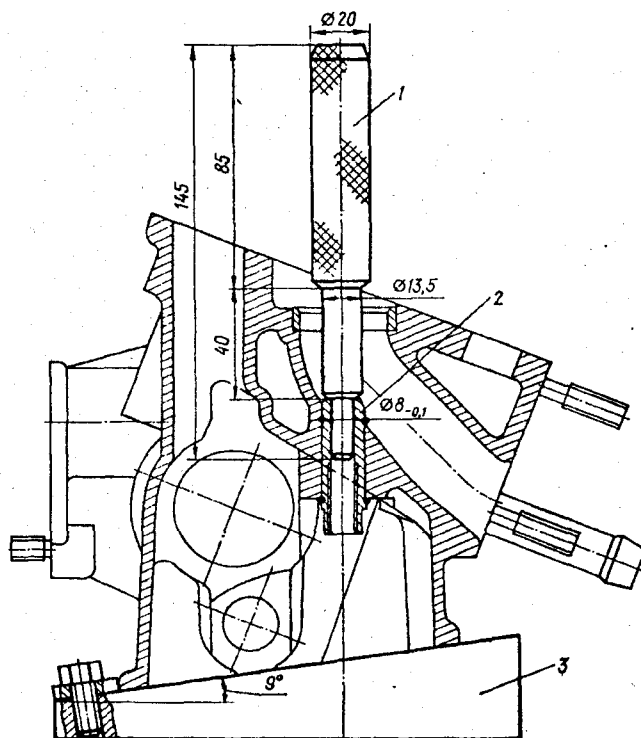

Рис. 2.42. Оправка для выпрессовки направляющей втулки клапана: 1 – оправка; 2 – втулка клапана; 3 – подставка
– Выпрессовать изношенную направляющую втулку клапана с помощью оправки (рис. 2.42).